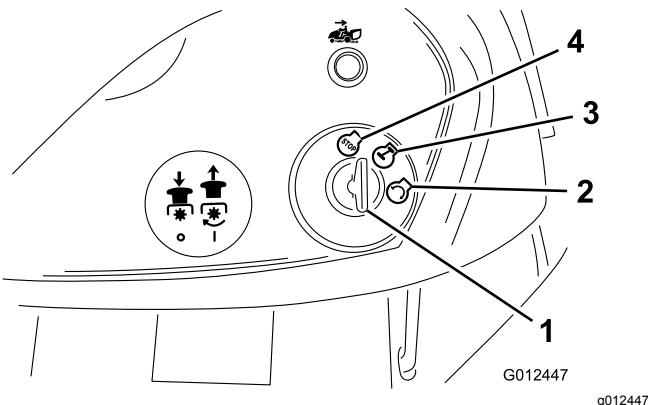

Figura 11
- Girate la chiave di accensione in senso orario e tenetela in posizione Start (Figura 11).
2. Girate la chiave di accensione in posizione Off (Figura 11).